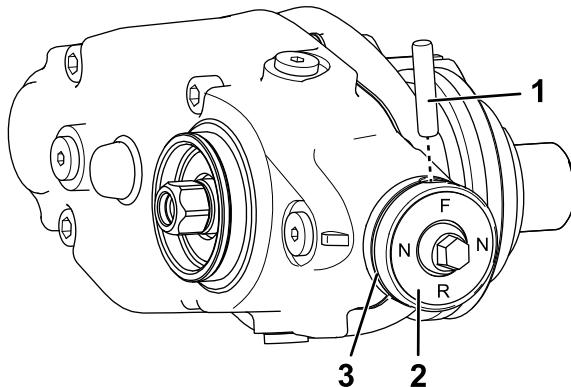

图17
图17。
- D. 用安全销将离合器旋钮固定到致动器轴上图17。
- A. 从离合器旋钮上取下 O 形圈图17。